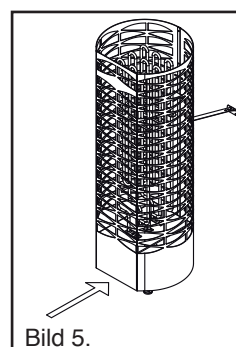

Bild 5.
- Bastuaggregatets styrströmbrytare sitter framtill på aggregatets nedre del (se bild 5).